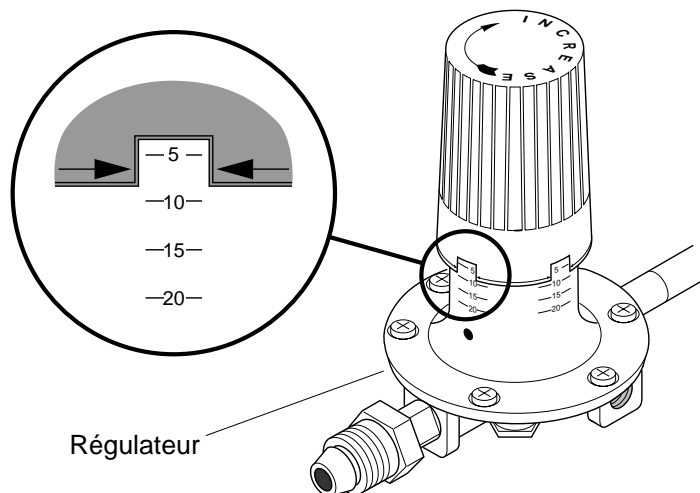

Figure 5 - Régulateur ajustable réglé pour une pression manométrique de 48 kPa (7 psig)
- Régler le régulateur pour une pression manométrique variant entre 48 et 138 kPa (7 et 20 psig) (se reporter à la Figure 5). *Remarque:* Un réglage plus élevé du régulateur permet à l'appareil de produire plus de chaleur.